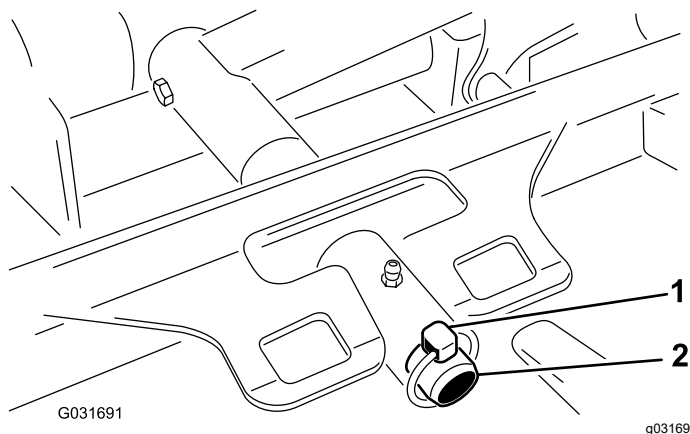

Рисунок 97
3. Извлеките шплинт, который крепит несущую раму деки к оси поворота подъемного рычага (Рисунок 97).
3. Наденьте несущую раму деки на ось поворота подъемного рычага и закрепите ее при помощи шплинта с кольцом (Рисунок 97).